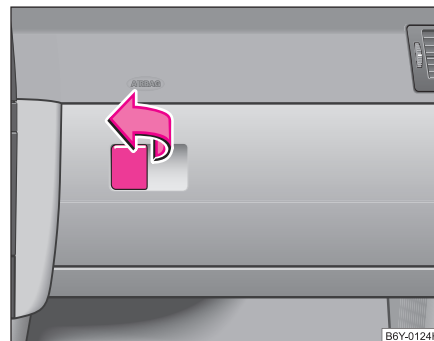

Fig. 74 Tabloul de bord: Torpedoul de pe partea pasagerului din dreapta
- Trageți mânerul din capac în sensul indicat de săgeata ⇒ fig. 74 și deschideți capacul în jos.